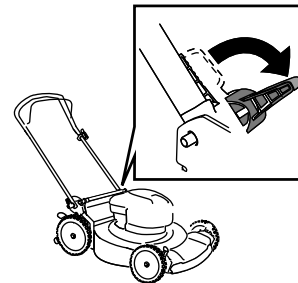

Figure 15
3. Déverrouillez le guidon (Figure 15).